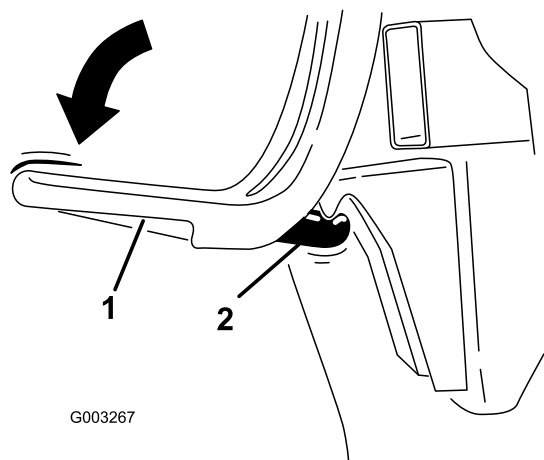

Figura 12
8. Portate la maniglia di chiusura sotto il relativo gancio (Figura 12).
9. Premete il fermo di chiusura del sistema di raccolta verso il basso fino a quando non si blocca in posizione (Figura 12).